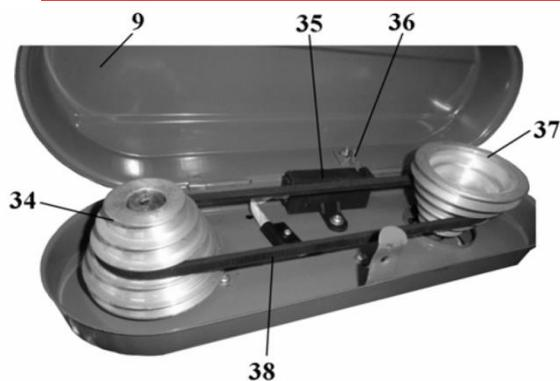

Рис. 8
(Рис.8) Сборка и регулировка
Скорость вращения шпинделя регулируется изменением положения клинового ремня (38) на ручьях шкивов (34 и 37), Рис.8, 9. Можно установить 5 режимов частоты вращения шпинделя, Рис.9. Для изменения режима вращения шпинделя предварительно следует ослабить натяжение клинового ремня (38), Рис.8.
Для этого необходимо ослабить винт фиксации (39), Рис.10. Переместите электродвигатель (12) со шкивом (37) в направлении шкива (34), так как на оси (11) установлена пружина; положение зафиксируйте винтом фиксации (39), Рис.10. В соответствии с намеченной операцией и согласно таблице 2 и Рис.9 необходимо установить ремень (38) на ручьях шкивов (34 и 37), Рис.8 -10. Натяните клиновой ремень (38), для чего переместите электродвигатель (12) со шкивом (37) в направлении натяжения клинового ремня (38); положение надёжно зафиксируйте винтом фиксации (39).